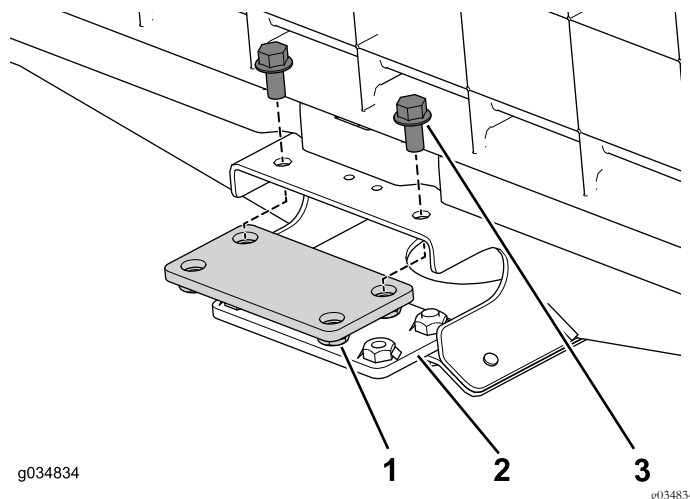

Figure 70
1. Avec les 4 boulons à embase (3/8" x 3/4"), fixez légèrement les plaques de raccordement supérieure et inférieure au profilé central de la section avant (Figure 70).